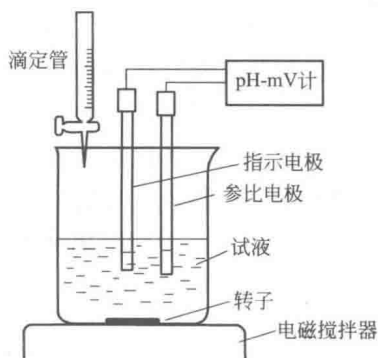

图 1-3 电位滴定法装置示意
(2) **电位滴定法** 电位滴定法的装置如图 1-3 所示。电位滴定法与直接电位法的不同在于：它是以测量滴定过程中指示电极的电极电位(或电池电动势)的变化为基础的一类滴定分析方法。滴定过程中，随着滴定剂的加入和化学反应的发生，待测离子或与之有关的离子活度(浓度)发生变化，则指示电极的电极电位(或电池电动势)也随着发生变化，在化学计量点附近，电位(或电动势)发生突跃，由此确定滴定的终点，不是由观察指示剂颜色的